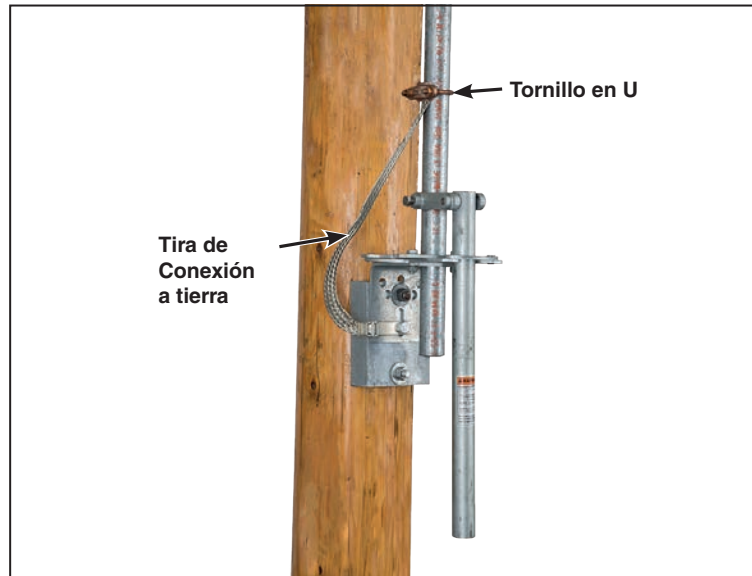

Figura 28. Fijación de la tira de conexión a tierra.
**PASO 28.** Fije el extremo suelto de la tira de conexión a tierra a la sección más baja de tubo unas cuantas pulgadas por encima del ensamble de la palanca de operación (o la llave de bloqueo) con el conector de tornillo en U que se proporciona para este propósito. Ver Figura 28. Conecte el extremo inferior de la tira a una tierra física adecuada, utilizando el conector a tierra que se proporciona en ese extremo de la tira de conexión a tierra. Las recomendaciones de conexión a tierra en este procedimiento pueden diferir de los procedimientos estándar de operación y seguridad de ciertas compañías eléctricas. Donde exista una discrepancia, se aplican los procedimientos de operación de la compañía eléctrica.